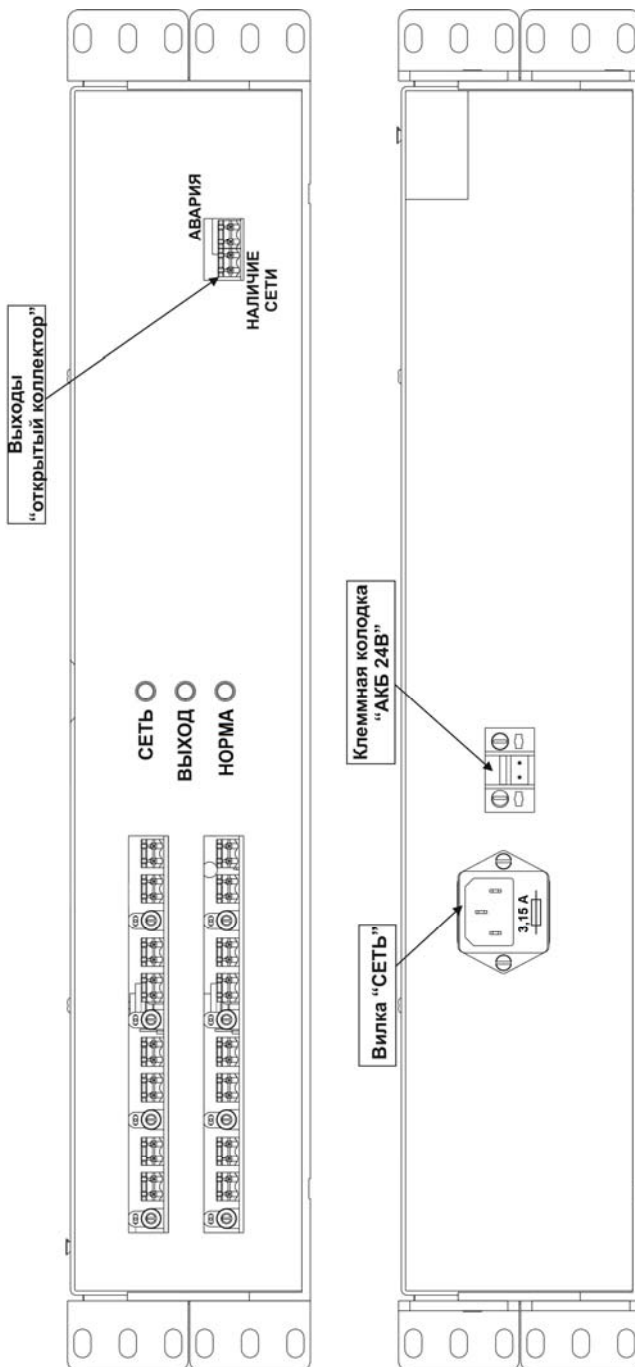

Рисунок 1 - общий вид изделия
Изделие выполнено в корпусе высотой 2U и предназначен для установки в стойки или шкафы 19" (см. рис.1).
Выполните подключение внешних цепей к изделию в соответствии с назначением клемм подключения (см. рис. 1 и рис.2) в следующей последовательности:
- подключить, соблюдая полярность исправную и заряженную батарею к соответствующим клеммам колодки «АКБ 24В» батарею (см. рис.1).